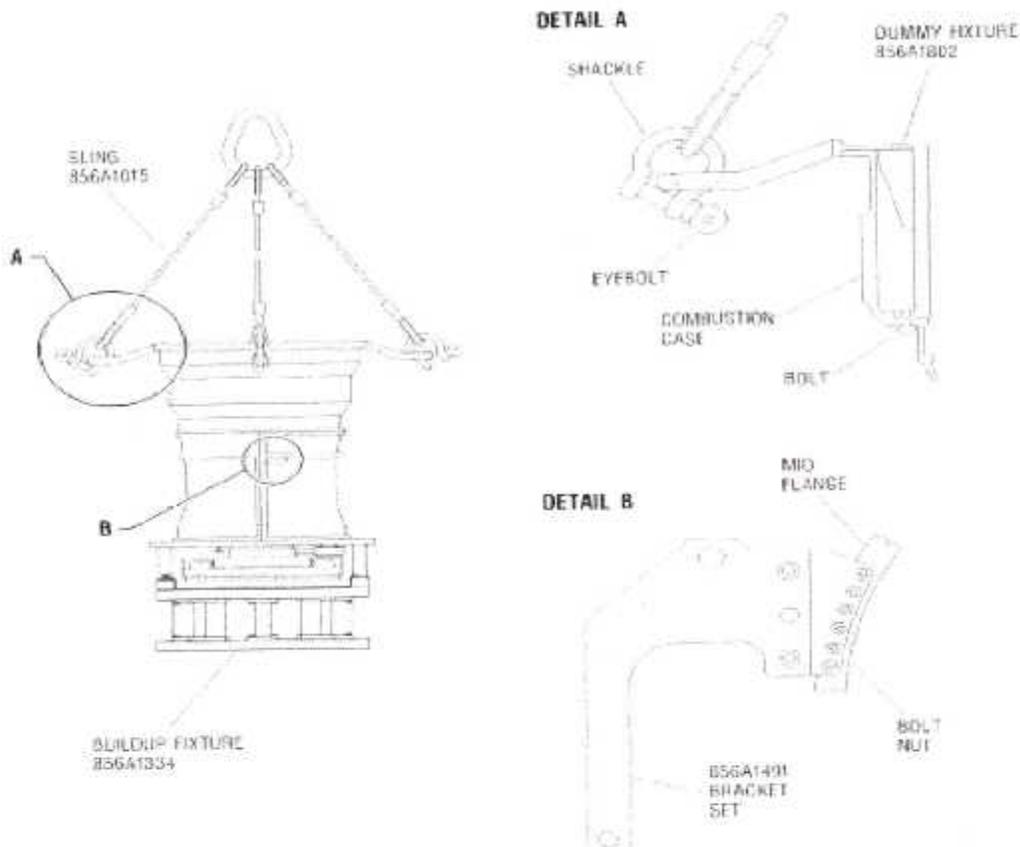

Fig. III. 73 : Enlèvement du Dispositif de Protection, 856A1802G02 du Carter de la Chambre de Combustion.
8. On retire le Dispositif de Protection (fig. III. 48) du carter de la chambre de combustion (fig. III.73) comme suit :